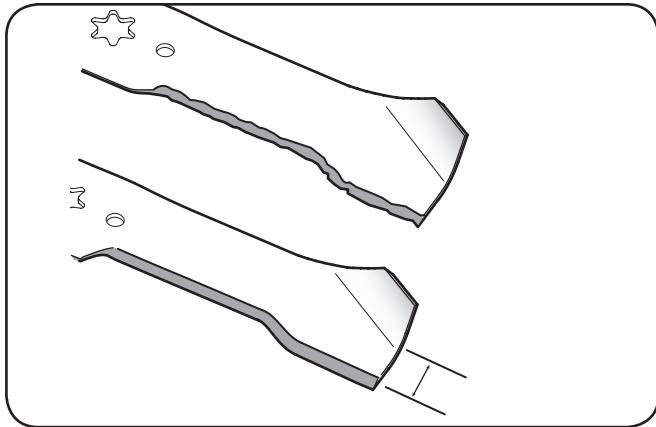

Figura 7-8
4. Para afinar correctamente las hojas de corte, retire la misma cantidad de metal de ambos extremos de las hojas a lo largo de los bordes de corte, paralelo al borde de fuga, en un $25^{\circ} - 30^{\circ}$ de ángulo. Siempre moler cada filo de la cuchilla de corte por igual a mantener el equilibrio de la hoja adecuada. Véase la figura. 7-8.